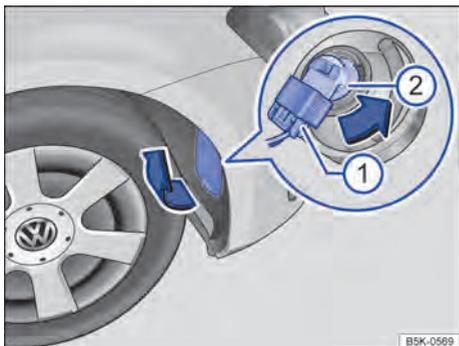

Fig. 226 No protetor da caixa de roda dianteiro direito: substituir a lâmpada incandescente no farol.
3.	Se necessário, levantar com cuidado a cobertura no protetor da caixa de roda, no sentido da seta, com a lâmina plana da chave de fenda das ferramentas de bordo ⇒ Fig. 226.
4.	Destruar e retirar o conector ①.
5.	Girar o suporte de lâmpadas ② até o batente no sentido anti-horário (seta) e retirar para trás com a lâmpada incandescente.
8.	Encaixar o conector ① no suporte da lâmpada ②. O conector deve encaixar audivelmente.
9.	Encaixar a cobertura no protetor da caixa de roda ⇒ Fig. 226.